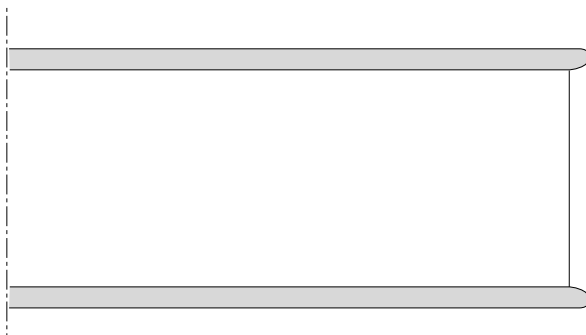

Bild 21. Tryckrör fasat
7. Fasa rörändarna invändigt så att själva kanten får en ordentlig radie. Särskilt viktigt i de ändar som skjuts in i muffen, annars kan kanterna skada kolvens O-ringar. Se bild 21. Fasa även av rörändens utsida på de ändar som skall skjutas in i skarvmuffen, annars kan muffens O-ringar skadas.